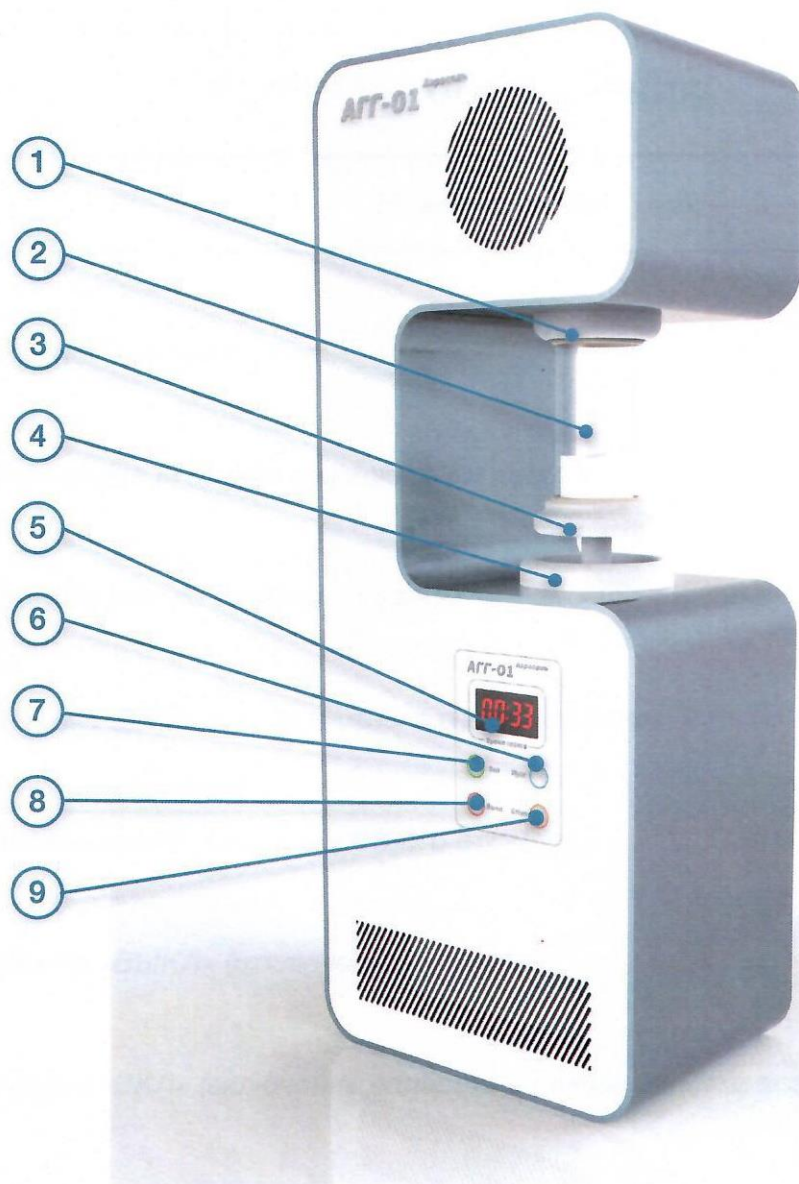

Рис. 1
Управление Аэрогалитгенератором производится оператором с пульта управления, расположенного на лицевой панели Аэрогалитгенератора АГГ-01 (рис. 1, поз. 5-11).
- 3.1.1. Пальцами левой руки нажать на упор нижнего гнезда стакана (рис. 1, поз. 3), опустить его вниз, не отпуская, правой рукой вынуть стакан (рис. 1, поз. 2).
- 3.1.5. Включе́ние аппара́та осу́ществляе́тся на́жатием кно́пки «ВКЛ» (рис. 1, поз. 7), при э́том вклю́чается ве́рхний ве́нтилятор.
- 3.1.6. Для по́льного за́верше́ния ра́боты Аэрога́литгенера́тора - на́жать кно́пку «ВЫКЛ» (рис.1, поз. 6).
- 3.2.1. Для нача́ла се́анса на́жать кно́пку «ПУСК» (рис. 1, поз. 8), при э́том нача́ет ра́ботать систе́ма «Кипя́щий сло́й», вклю́чается э́лектронный тайме́р о́братного о́тсчета (рис. 1, поз. 5).
- 3.2.3. В слу́чае не́обходи́мости прерва́ть се́анс и о́тключи́ть систе́му «Кипя́щий сло́й», сле́дует на́жать кно́пку «СТОП» (рис. 1, поз. 9).
- 3.3.1. Па́льцами ле́вой ру́ки на́жать на упо́р ни́жнего гне́зда стака́на (рис. 1, поз. 3), опу́стить его́ вниз, не отпу́ска́я, пра́вой ру́кой вы́нуть стака́н (рис. 1, поз. 2).